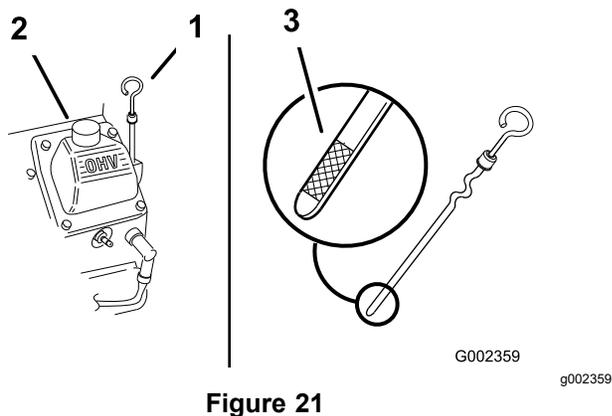

Figure 21
4. Retirez la jauge d'huile et essuyez soigneusement son extrémité (Figure 21).
5. Remettez la jauge au fond du tube de remplissage, mais sans la visser (Figure 21).
6. Versez avec précaution environ 80 % de la quantité d'huile spécifiée dans le goulot de remplissage (Figure 21).